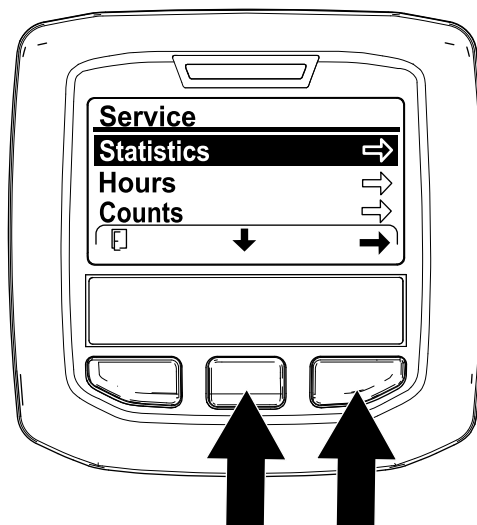

Figura 104
5. În ecranul SERVICE, apăsați butonul central InfoCenter până când este selectată opțiunea STATISTICS (Statistici) i apăsați butonul din dreapta (Figura 104).